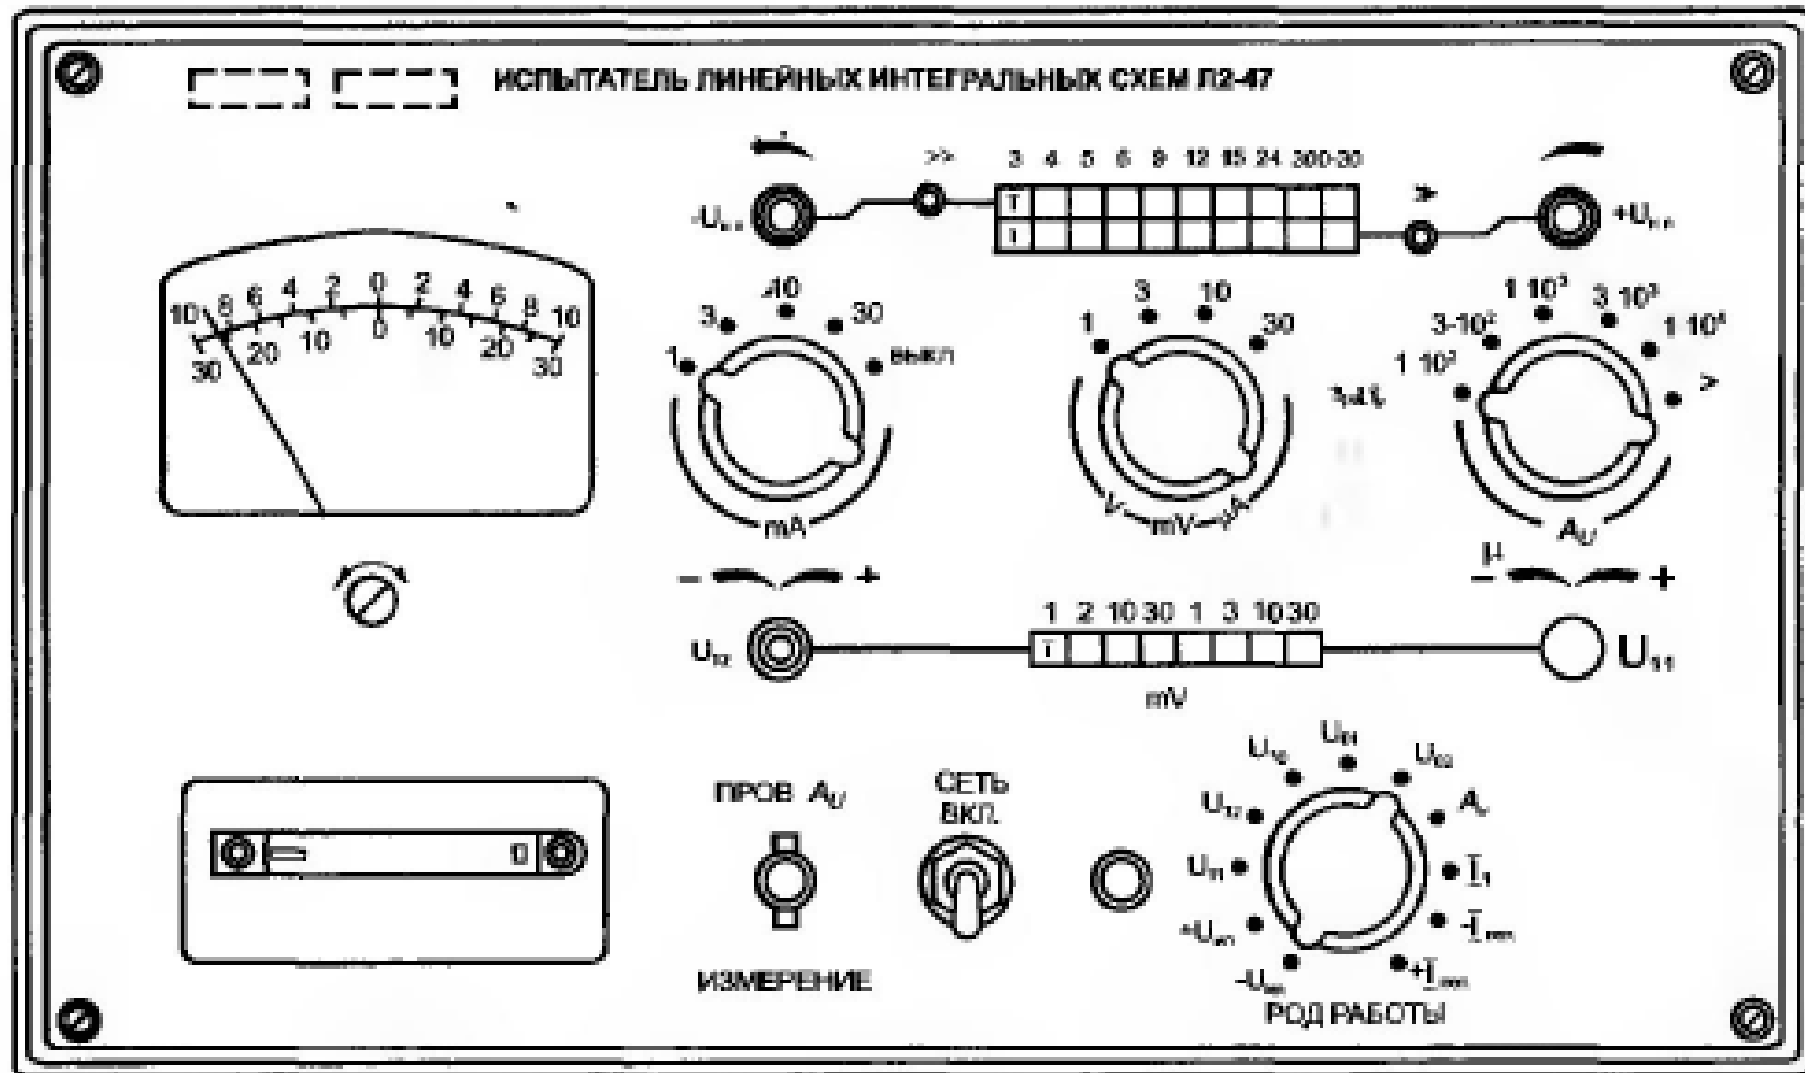

Рис. 8.1. Изображение лицевой панели прибора Л2-47
**Пример 8.1.** Требуется определить полное название прибора, представленного на рис. 8.1.
**Пример 8.2.** Требуется определить параметры АИМС, измеряемые прибором Л2-47, используя рис. 8.1.
**Пример 8.3.** Требуется определить диапазон измерения коэффициента усиления прибором, показанным на рис. 8.1.